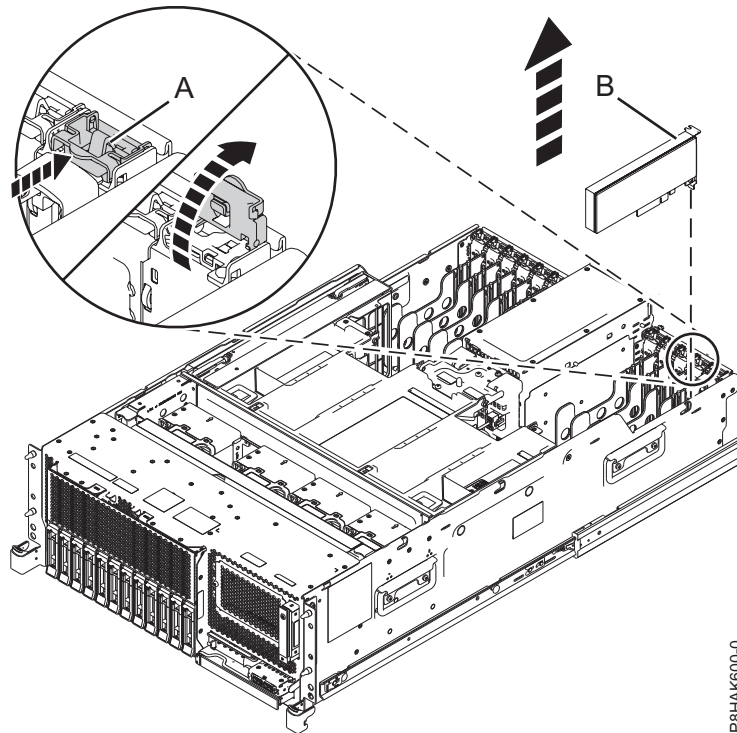
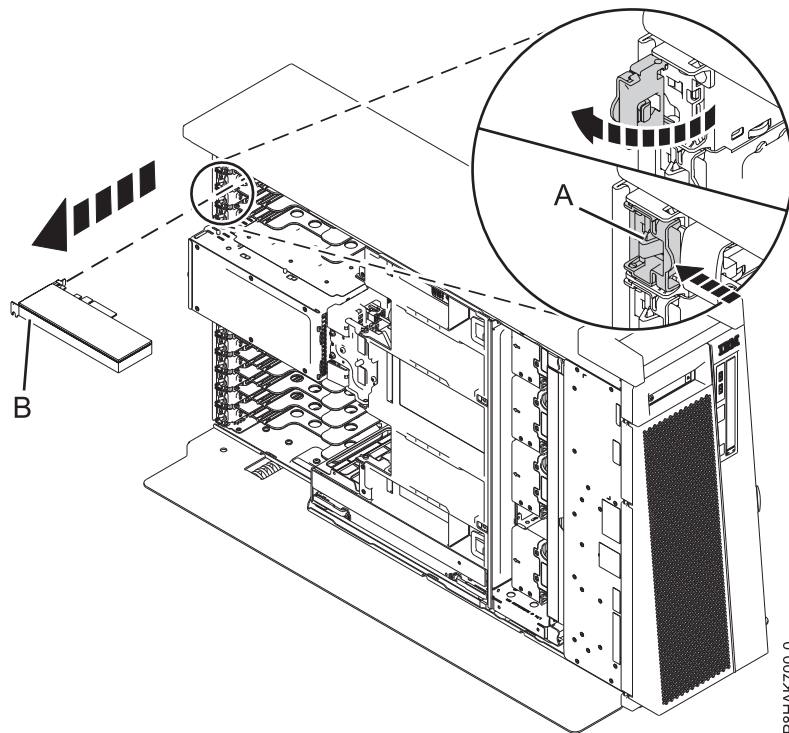

Abbildung 50. PCIe-Adapter aus einem Einschubsystem ausbauen
Abbildung 51. PCIe-Adapter aus einem eigenständiges System vom Typ 8286-41A ausbauen
2. Um die Adaptersicherung **(A)** am Zielsteckplatz in die geöffnete Position zu bringen, drehen Sie die Verriegelung **(A)** an der Systemrückseite in die abgebildete Richtung in Abb. 50 auf Seite 58 und Abb. 51 auf Seite 58.
3. Fassen Sie den Adapter **(B)** vorsichtig an der oberen Kante oder am oberen Haltesteg und entfernen Sie ihn aus dem Steckplatz - siehe Darstellung in Abb. 50 auf Seite 58 und Abb. 51 auf Seite 58.